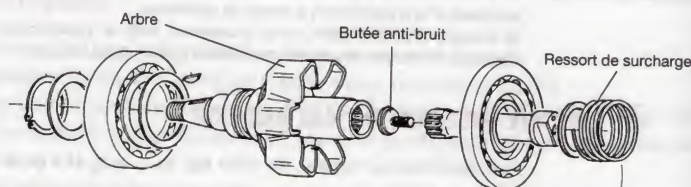

Figure 44.4. Entraînement DPC (modèle avec roulements)
- Régulateur mécanique centrifuge toutes vitesses ou mini-maxi (5).
- Dispositif de surcharge automatique (13) permettant un meilleur démarrage à froid.
- Arbre renforcé (1) par roulements (2) dans les cas d'entraînement par courroie crantée (fig. 44.4).